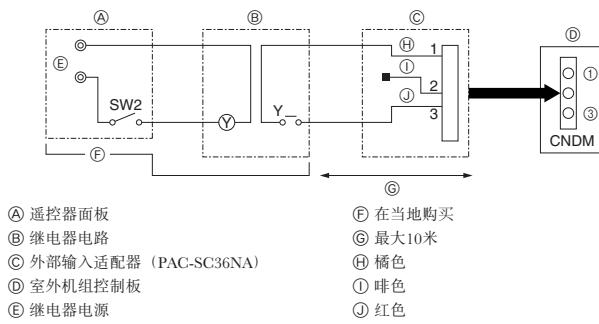

Fig. 9-2
① 使用外部输入适配器（PAC-SC36NA）时，应如图所示安装电路。（另购）
9.2. 需求功能（现场修改）(Fig. 9-2)